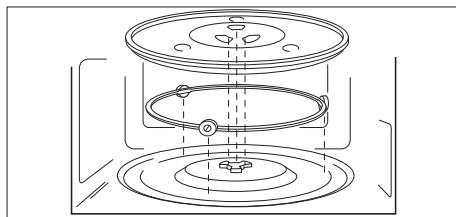

Fig. 5 – Inserimento del piatto girevole in vetro
- ▶ Inserire l'anello girevole nell'incavo del vano di cottura, quindi posizionare il piatto girevole in vetro sopra l'albero di trasmissione del piatto girevole in posizione centrata (vedere la "**Fig. 5 – Inserimento del piatto girevole in vetro**"), in modo che le barre del piatto girevole in vetro poggino tra le alette dell'albero di trasmissione.